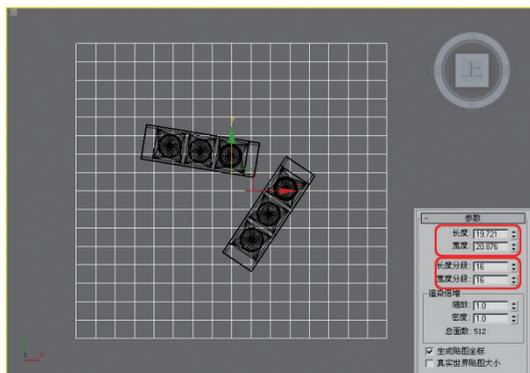

图9-40 创建平面
**03** 在场景中创建一个平面物体，并适当调整一下它的参数设置，如图9-40所示。